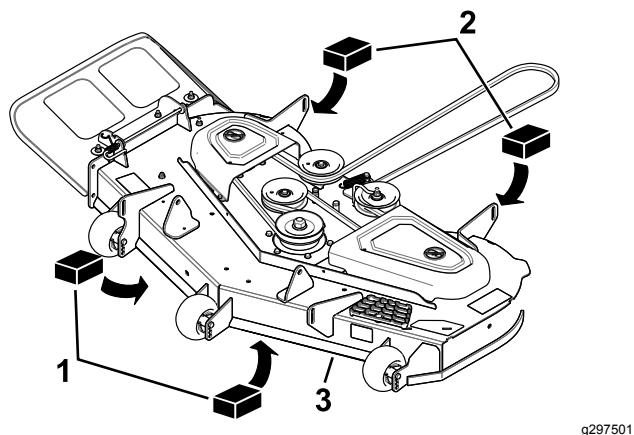

Figura 73
3. Coloque dos bloques de 6,6 cm de grosor debajo de cada lado del borde delantero de la carcasa, pero no debajo de los soportes de los rodillos protectores del césped (Figura 73).
4. Coloque dos bloques de 7,3 cm de grosor debajo del borde trasero del faldón de la carcasa de corte, uno en cada lado de la carcasa de corte (Figura 73).